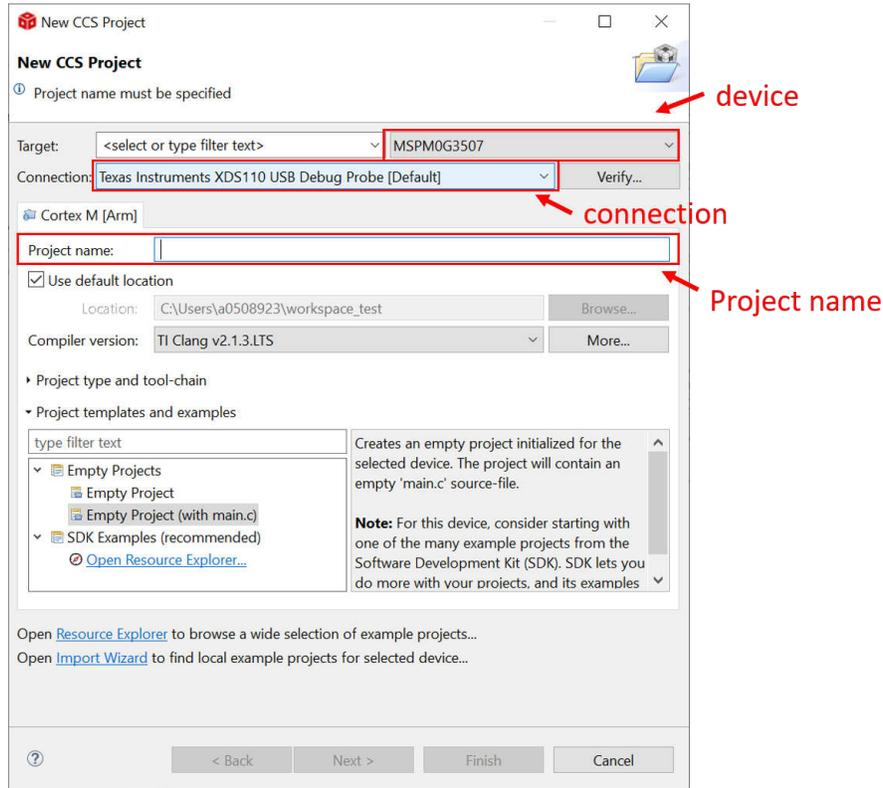

図 2-19. CCS で新しいプロジェクトを作成する
2. 新しいプロジェクトを作成する場合は、[ファイル] → [新規作成] → [CCS プロジェクト] に移動します。ここで実施すべき重要な作業が 2 つあります。1 つ目は MSPM0 デバイスの選択、もう 1 つは接続の選択です (図 2-19 を参照)。選択した後、プロジェクト名を追加して [完了] ボタンを押すと、プログラムの作成が可能になります。TI では、CCS の使用方法を紹介する セクション 2.2.4 から MSPM0 SDK のサンプルを見つけることを推奨します。